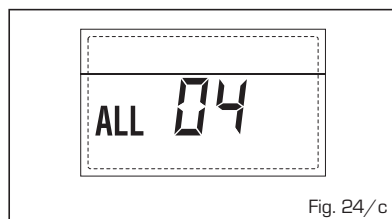

Fig. 24/c
- ANOMALIA Sonda RISCALDAMENTO "ALL 05" (fig. 24/d)